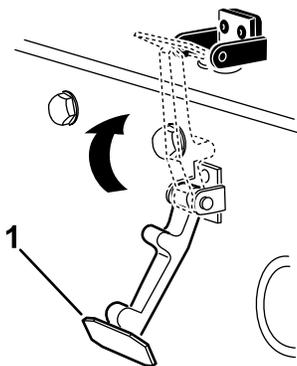

Рисунок 19
6. Введите защелку в зацепление с кронштейном защелки капота (Рисунок 19).